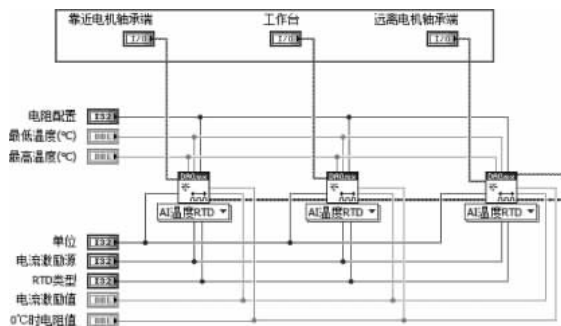

图 3-17 控件与接口对应连接图
③ 创建物理通道。本模块需要测量 3 个位置的温度,所以需要设置 3 个物理通道。将“靠近电机轴承端”物理通道复制并粘贴两次,并将标签名改为“工作台”和“远离电机轴承端”;如图 3-17 所示,将各个输入控件分别与“AI-温度-RTD”函数连接。